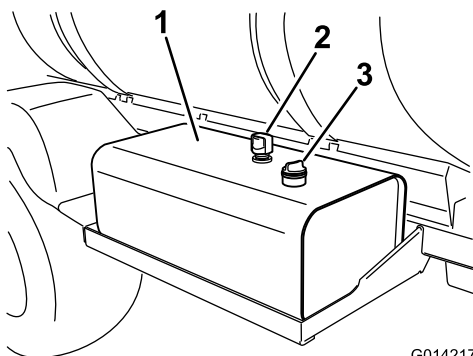

Figure 86
2. Nettoyez la surface autour du bouchon-jauge du r servoir d'huile hydraulique et enlevez-le (Figure 86).